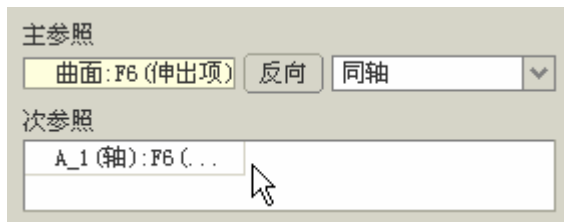

图 11-4
- (1) 单击【放置】按钮，选择凸台的上表面为放置平面。
- (2) 选择“同轴”定位方式。
- (3) 激活【次参照】栏目，选择凸台的中心轴线“A\_1”使建立的孔与之同轴，如图 11-4 所示。